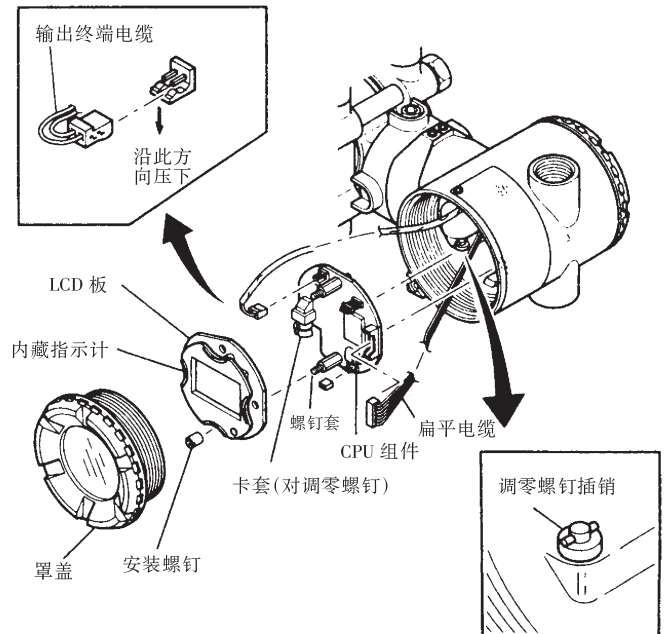

图 9.4.1 LCD 板与 CPU 组件的拆卸与安装
本节讲解内藏指示计替换方法。(见图 9.4.1)
本节介绍 CPU 组件替换步骤。(见图 9.4.1)
- ②调节调零螺钉,直至螺钉头的槽孔位于水平位置,如图 9.4.1 所示。
- ③拔出输出终端电缆(尾端接棕色端子)。操作时,轻轻按住 CPU 组件上的插座,拔出电缆,使其脱离。
- ④用套筒螺丝刀(对边长 5.5mm)松开两颗螺钉套。
- ⑤沿直线取出 CPU 组件。
- ⑥拨下连接 CPU 组件与膜盒的扁平电缆,(尾端接黑色端子)。